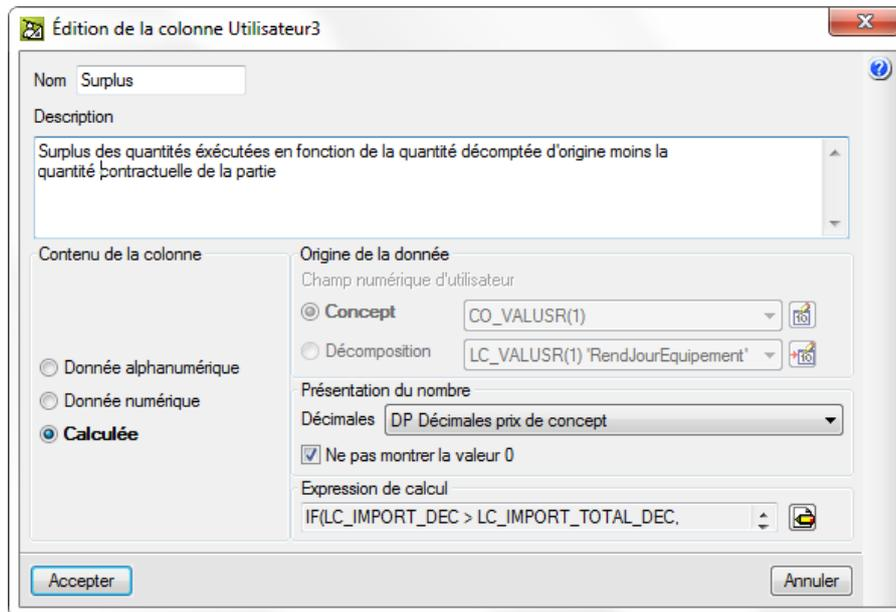

Fig. 13
- c) Exemple pour créer une colonne de type calculée appelée Surplus pour afficher le surplus des quantités exécuté en fonction de la quantité décomptée d'origine moins la quantité contractuelle de la partie. Fig. 13.